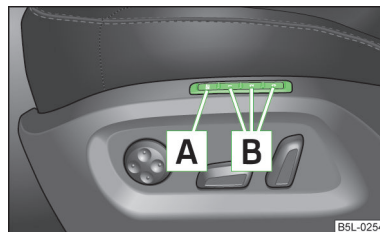

Fig. 46
La funzione Memory del sedile del conducente permette di memorizzare la posizione del sedile del conducente e degli specchietti retrovisori esterni. A ciascuno dei tre tasti di memoria [B] » fig. 46 è possibile assegnare una posizione di regolazione.
- Premere il tasto [SET] [A] » fig. 46.
- Premere il tasto di memorizzazione **[B]** » fig. 46 desiderato.
- Premere il tasto di memorizzazione **[B]** desiderato » fig. 46.
- Premere e tenere premuto un tasto di memorizzazione **[B]** » fig. 46 a pagina 61a piacere. Dopo che il sedile ha assunto la posizione memorizzata in corrispondenza del tasto, entro 10 secondi premere contemporaneamente il tasto **[A]** sulla chiave con comando a distanza.
- Premere e tenere premuto il tasto **[SET]** **[A]** » fig. 46 a pagina 61. Contemporaneamente entro 10 secondi premere il tasto **[A]** sulla chiave con comando a distanza.